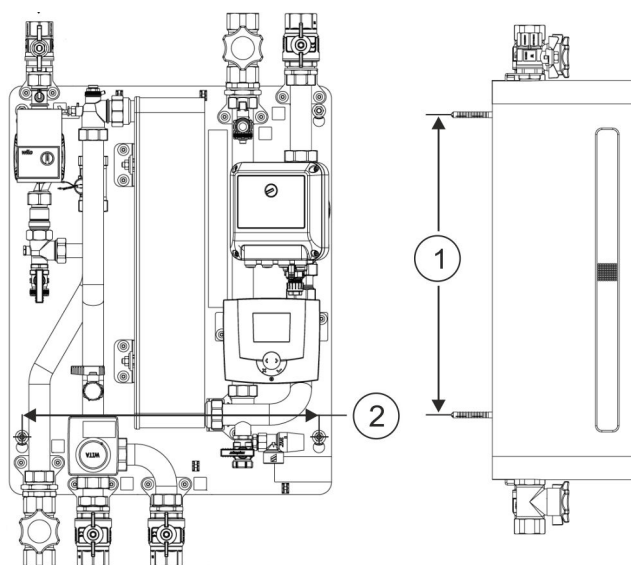

Abb. 21: Lochbild
4. ➔ Bohrlöcher (Abb. 21/1 + 2) an der Wand anzeichnen.